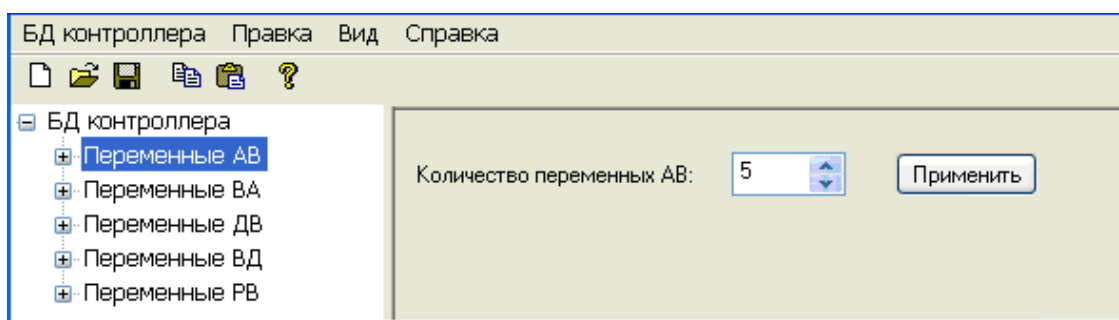

Рисунок 2.9 – Изменение количества переменных БД
- Изменение количества переменных каждого из типов переменных БД.** Производится путём выбора элемента с именем "Переменные <Тип переменной>" в списке переменных. После выбора соответствующего элемента в правой части главного окна приложения отображается диалог (рисунок 2.9), в котором можно изменить количество переменных определённого типа. В случае увеличения количества переменных происходит добавление новых переменных в конец списка переменных данного типа. Если количество переменных изменилось в сторону уменьшения, то происходит удаление переменных из конца списка. Диалог изменения количества переменных имеет вид.